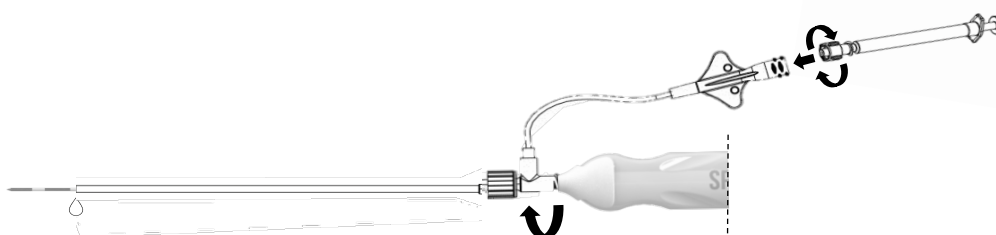

Figura 14 - Collegamento dell'ago e della cannula di isolamento e irrigazione
3. Collegare la cannula di isolamento e irrigazione alla sonda (Figura 14) tramite la porta luer lock.